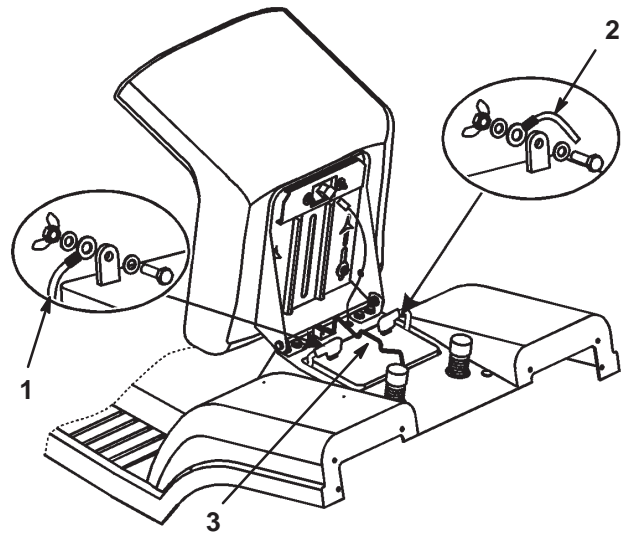

Figure 27
3. Enlevez le capuchon en caoutchouc qui se trouve sur le câble négatif (noir). Débranchez le câble négatif (noir) de mise à la masse de la borne de la batterie (Fig. 27).
4. Enlevez le capuchon en caoutchouc qui se trouve sur le câble positif (rouge). Débranchez le câble positif (rouge) de la borne de la batterie (Fig. 27).
5. Enlevez la tige de maintien de la batterie (Fig. 27).
1. Placez la batterie sur le châssis, en dirigeant les bornes vers l'avant de la machine (Fig. 27).
2. Fixez la batterie au châssis à l'aide de la tige de retenue (Fig. 27).
3. Connectez le câble positif (rouge) à la borne positive (+) de la batterie à l'aide du boulon et de l'écrou papillon (Fig. 27). Glissez le capuchon de caoutchouc sur la borne de la batterie.
4. Connectez le câble négatif (noir) à la borne négative (-) de la batterie à l'aide du boulon et de l'écrou papillon (Fig. 27). Glissez le capuchon de caoutchouc sur la borne de la batterie.